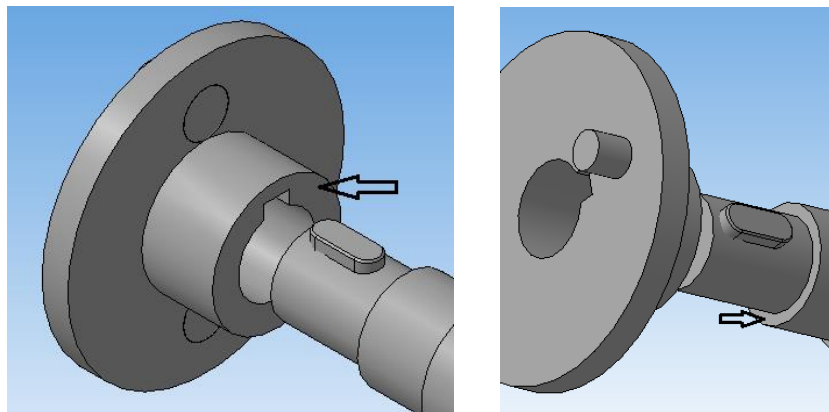

Рисунок 107.
10. Установите сопряжения «Совпадение» торцевых поверхностей ступицы поводка и вала (рисунок 107).